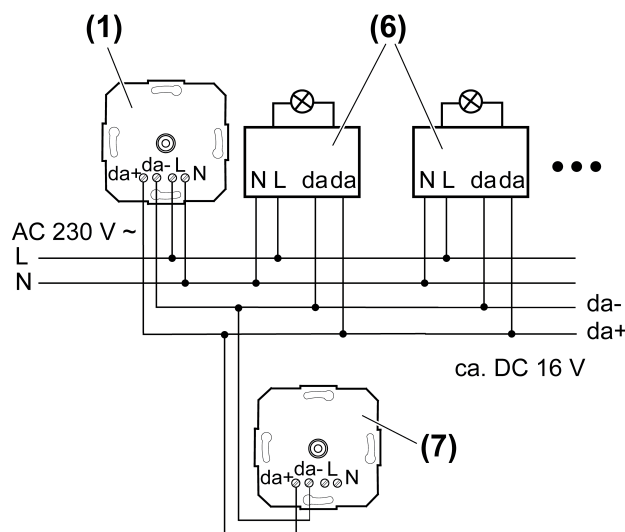

Figura 3
- (1) Potenciómetro DALI "funcionamiento activo"
- (6) Elemento DALI, p.ej. DALI-EVG, dispositivo DALI tipo 8 para Tunable White
- (7) Potenciómetro DALI sin conexión a la red de alimentación "funcionamiento pasivo"
- Conectar potenciómetro DALI y balasto electrónico DALI según el ejemplo de conexión (figura 3). Deben tenerse en cuenta las indicaciones del fabricante del balasto electrónico.